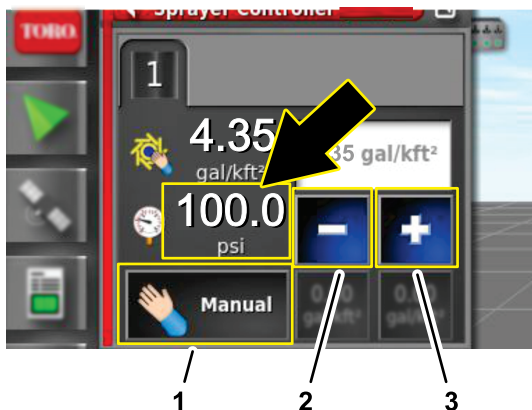

Figura 165
- En el cuadro de diálogo Controlador del caudal de fumigación, pulse el icono MODO DE CONTROL DE CAUDAL hasta que aparezca el modo manual (Figura 165).
- Presione el icono Reducir (-) o Aumentar (+) para ajustar la presión del sistema de fumigación (Figura 165) a 6,9 bar.